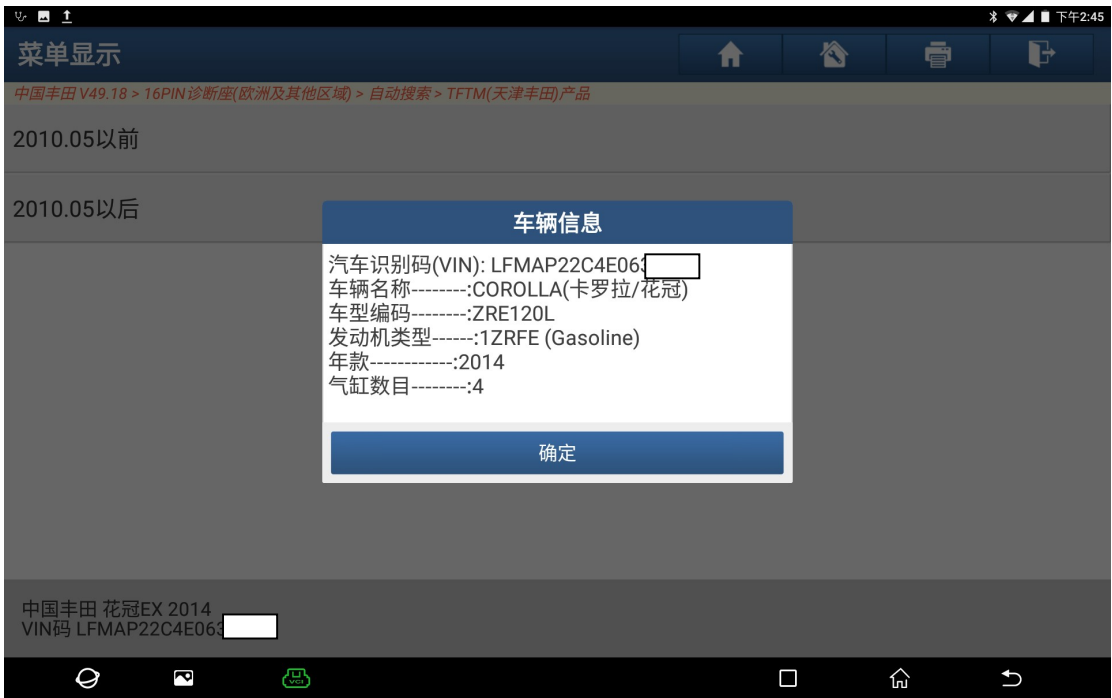

图 1
- 1). 使用“X431-PAD III 设备”，依次选择中国丰田->16PIN 诊断座->自动搜索，确认车辆信息点击“确定”（如图 1）：